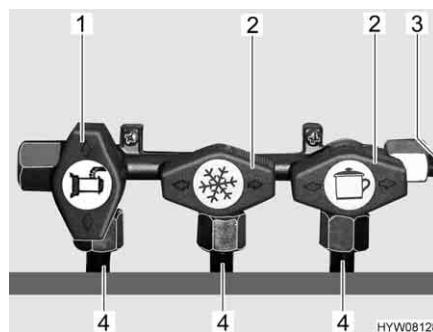

Fig. 99 Posizione dei rubinetti di arresto del gas (esempio)
- Posizionare il rubinetto di arresto del gas dell'apparecchio a gas corrispondente parallelamente (Fig. 99,1) alla tubatura (Fig. 99,4) che alimenta l'apparecchio a gas.
- Posizionare il rubinetto di arresto del gas dell'apparecchio a gas corrispondente trasversalmente (Fig. 99,2) alla tubatura (Fig. 99,4) che alimenta l'apparecchio a gas.